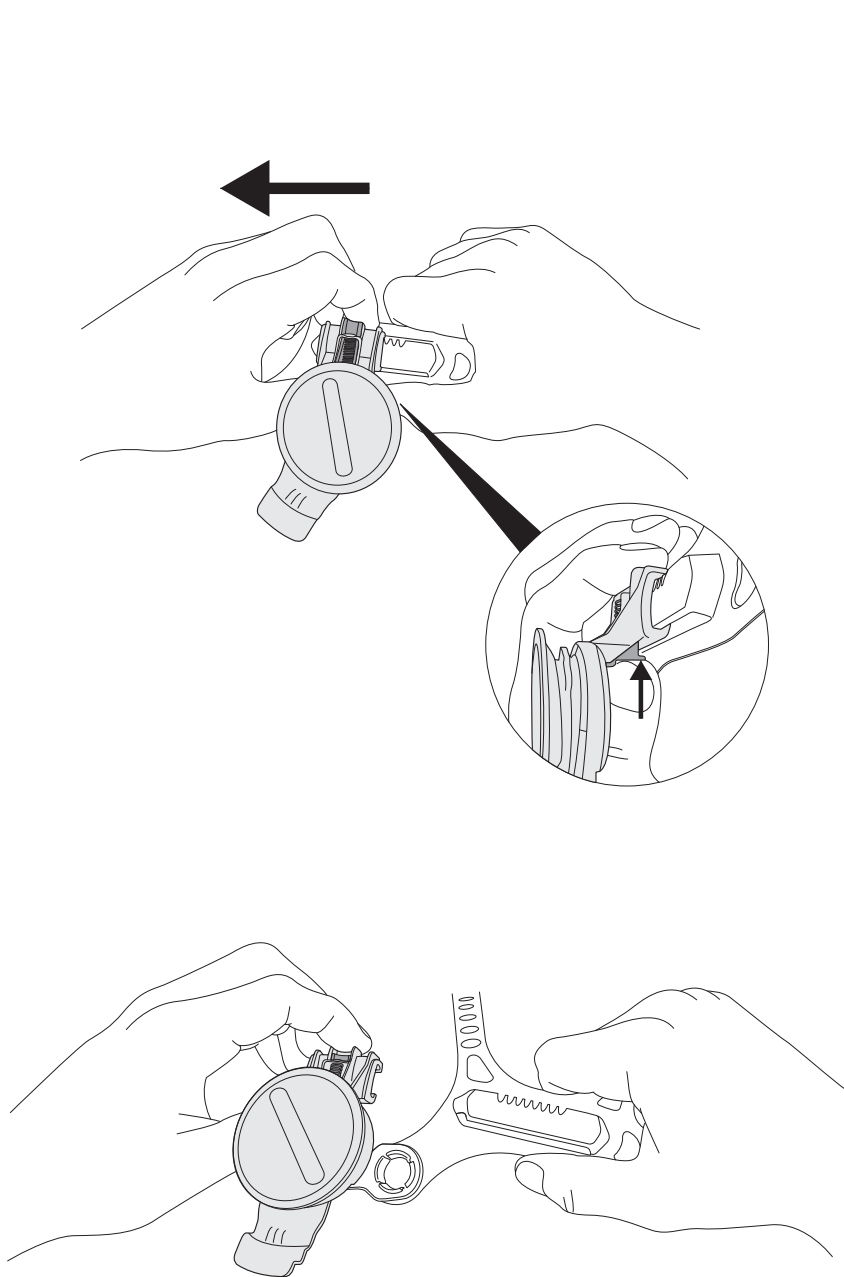

Fig. 15a
- Après avoir retiré la coiffe (consulter la section 3 « Mise en place et ajustement du masque de soudeur »), pousser le bouton de verrouillage gris coulissant, faire glisser le mécanisme de pivot vers l'arrière (vers le bouton d'ajustement de la pièce faciale) de la glissière et, à l'aide du pouce, le pousser hors de celle-ci. Cette action nécessite une certaine force (Fig. 15a).